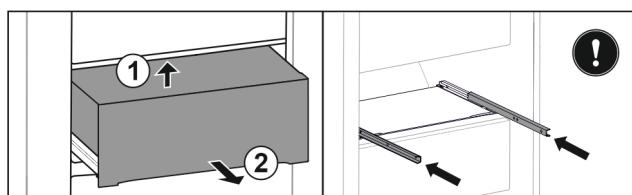

Fig. 148
- ▶ Приподнимите выдвижной ящик сзади снизу. Fig. 148 (1)
- ▶ Извлеките выдвижной ящик движением вперед. Fig. 148 (2)